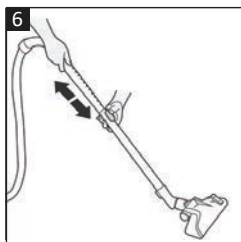

Рис. 6
- Сдвиньте кнопку фиксации телескопической трубки (21) в направлении стрелки, отмеченной на кнопке, и удерживайте ее, пока регулируете телескопическую трубку на желаемую длину (**Рис. 6**).